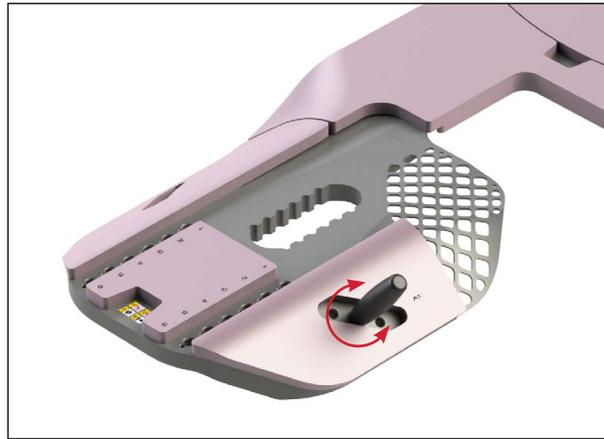

Fig. 15
2. Gire o manípulo de empunhadura em qualquer direção, até que a alça fique apertada no orifício e trave na posição (Fig. 15).